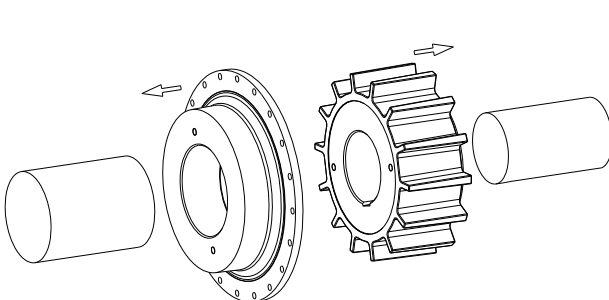

Bild 3
- Montieren Sie die Flanschnabe (Bauteil 1) sowie Nabe (Bauteil 2) auf die Wellen der An- und Abtriebsseite (siehe Bild 3).